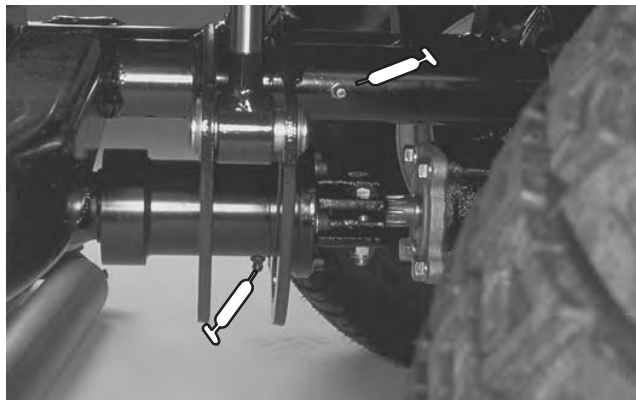

Figure 37
- Pivots de bras de levage arrière (2), embrayage d'arbre de transmission (1) (Fig. 37)